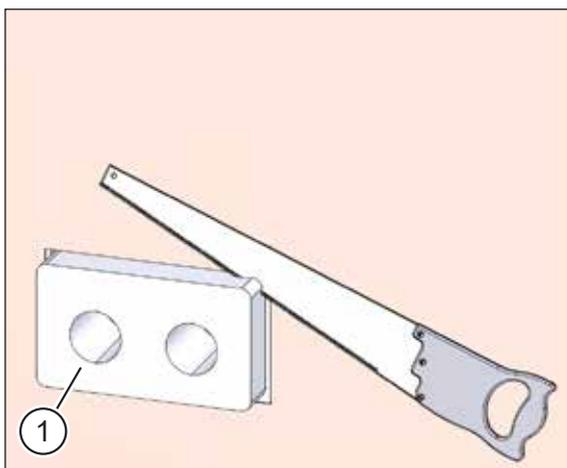
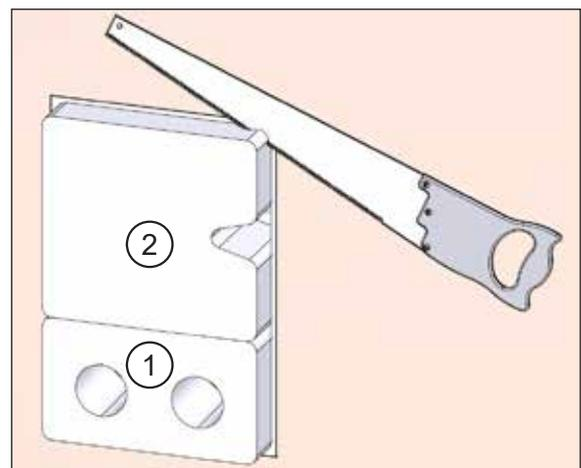

Abb. 64: Mauerkasten **ohne** Füllstück anpassen
Abb. 65: Mauerkasten **mit** Füllstück anpassen
- ▶ Kürzen Sie mit einer Styroporsäge den überstehenden Mauerkasten (Pos. 1 in Abb. 64 und Abb. 65) und ggf. das Füllstück (Pos. 2 in Abb. 65), so dass diese bündig mit der Außenwandseite oder der angebrachten Dämmung sind.